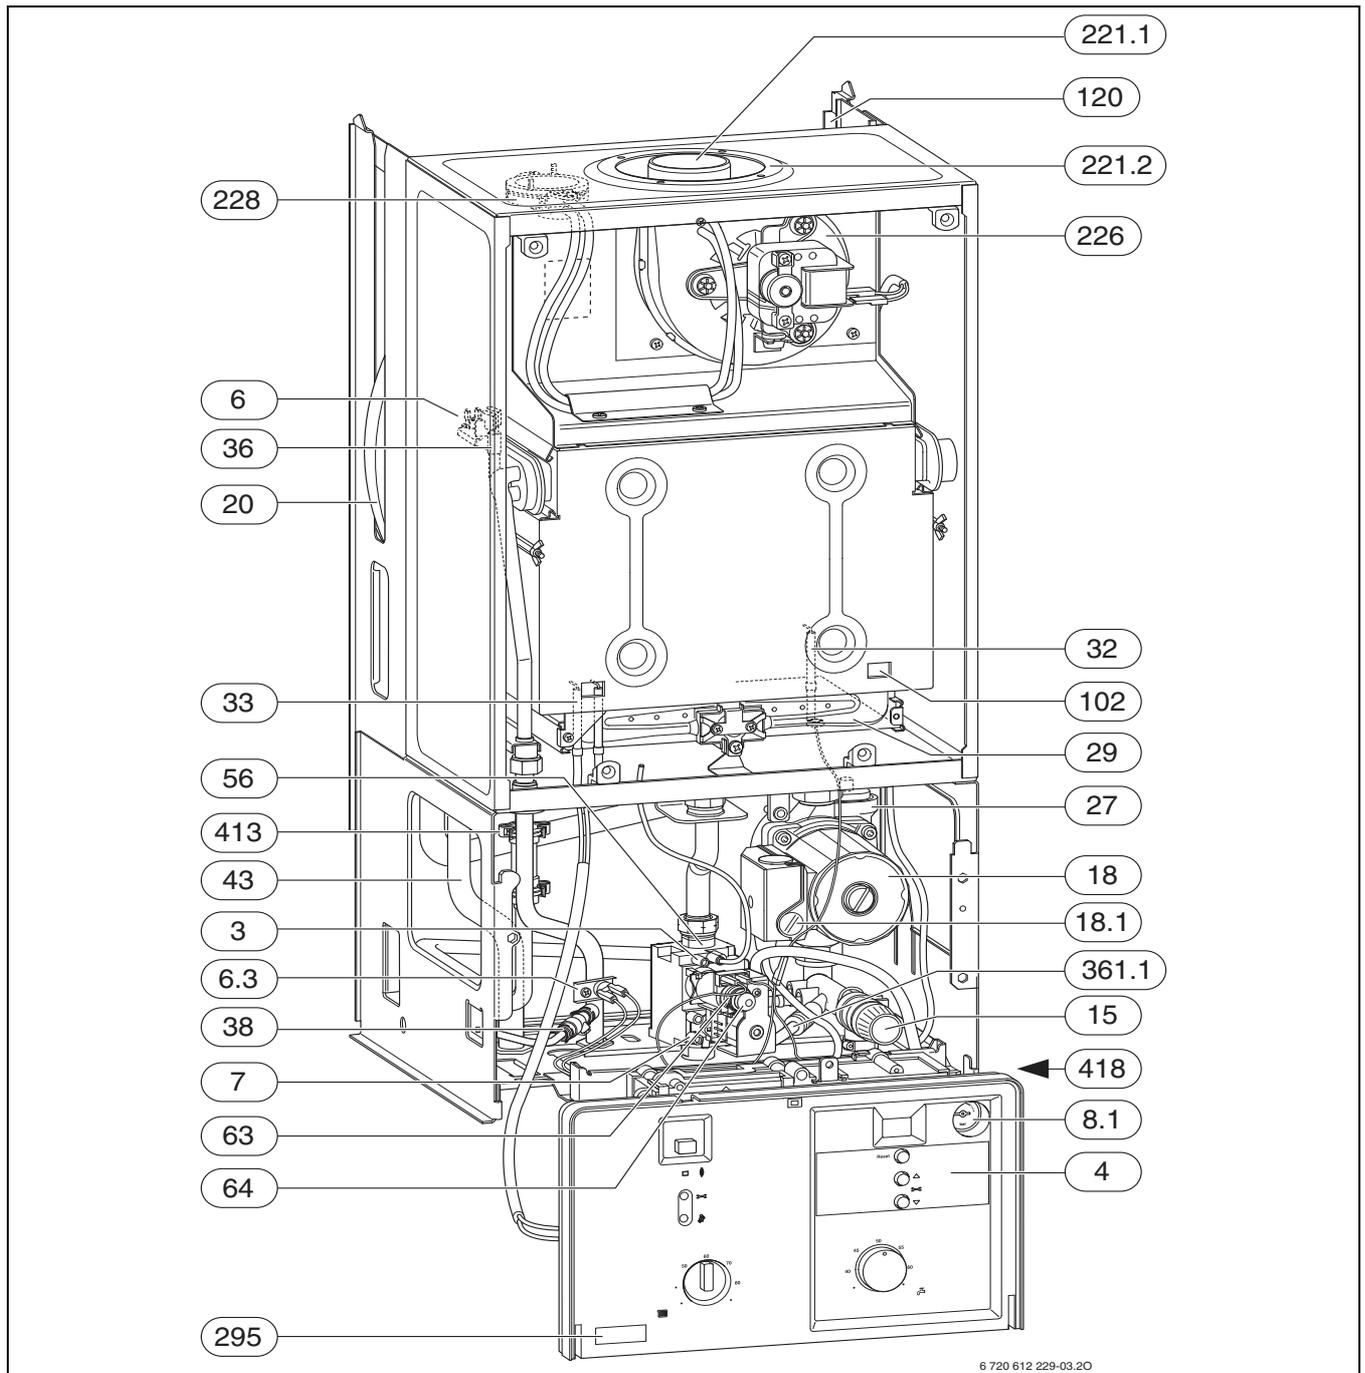

Рис. 3
Типовая табличка (418) находится снизу справа на траверсе (→ рис. 3).